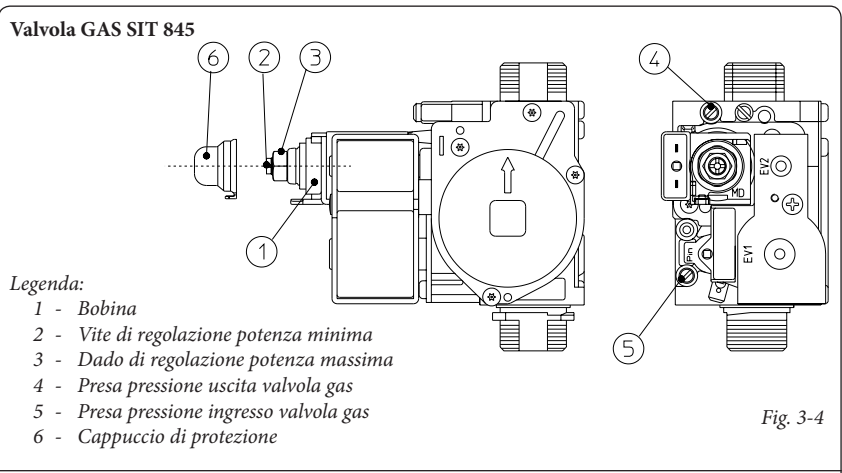

Fig. 3-4
- spostare il ponte 15 (Fig. 3-4) nella posizione corretta per il tipo di gas in uso (Metano o G.P.L.);
N.B.: tutte le operazioni relative alle regolazioni delle caldaie devono essere effettuate da un tecnico abilitato (ad esempio il Servizio Assistenza Tecnica Immergas). La taratura del bruciatore deve essere effettuata con un manometro differenziale ad "U" o digitale, collegato alla presa di pressione posta sopra la camera stagna (part. 11 Fig. 1-17) e alla presa pressione di uscita valvola gas (part. 4 Fig. 3-4), attenendosi al valore di pressione riportato nella tabella (Parag. 3.17) per il tipo di gas per il quale la caldaia è predisposta.